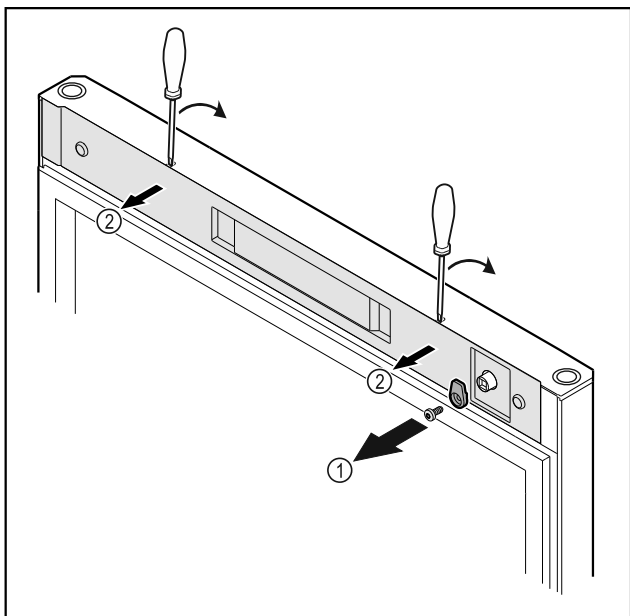

Fig. 16
- ▶ Odkręcić haczyk zamykający Fig. 16 (1).
- ▶ Osłonkę Fig. 16 (2) podważyć małym śrubokrętem i zdjąć.